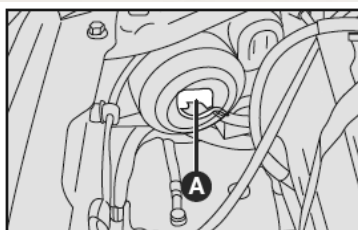
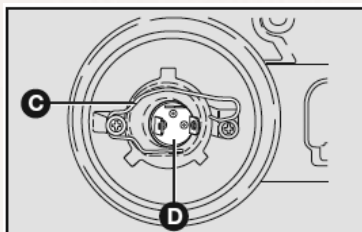

fig. 31
fig. 33
- 1) soltar el conector A-fig. 31 de alimentación del faro;
- 3) quitar el portalámparas D - fig. 33 presionando la presilla C - fig. 33 y abriéndola lateralmente;
- 6) reenganchar la presilla de fijación C - fig. 33, colocando por último la tapa plástica B-fig. 31;
- 7) reinstalar el conector A-fig. 31.